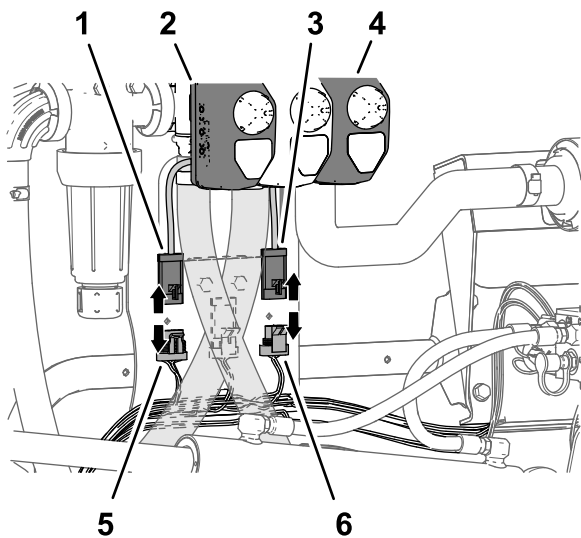

图30
2. 将标有喷洒率阀的机器线束 4 插槽接头 图30 从喷洒率阀致动器的 4 针接头处断开。
- 将标有主喷洒阀的机器线束 3 插槽接头 图30 从主喷洒阀致动器的 3 针接头处断开。